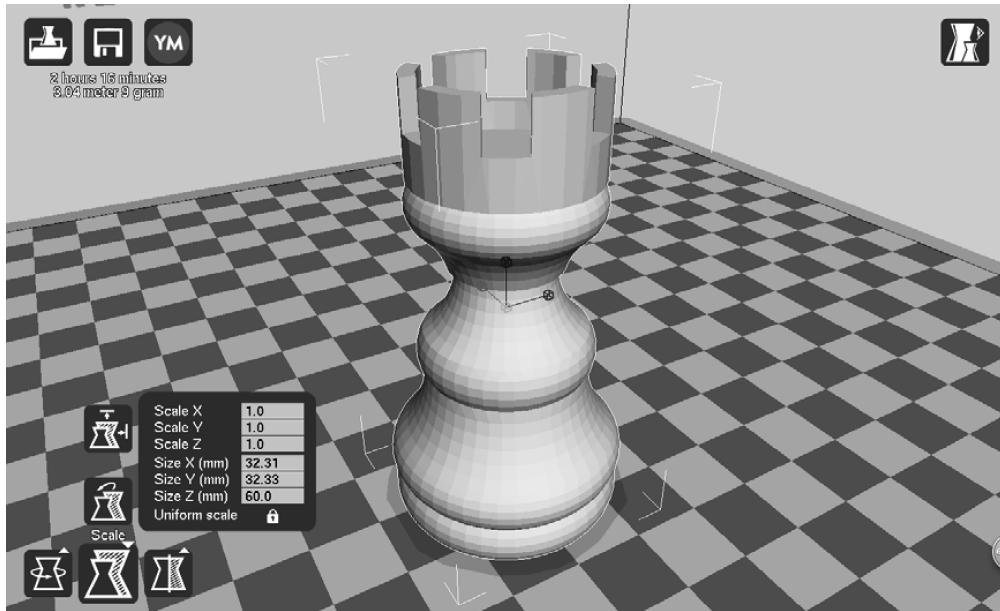

图 4-94 缩放模型
2) Scale（比例）：单击“Scale（比例）”按钮，拉动出现在模型X、Y、Z轴方向上的红绿蓝小正方体就可以缩放模型，如图4-94所示。如果用户需要打印精确尺寸模型，那么只能在文本框中填入尺寸数字。